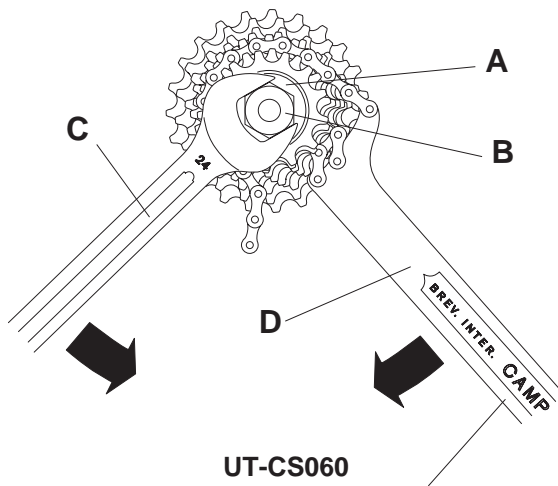

Fig. 20
- Smontate la ghiera (A), usando l'utensile (B) (UT-BB080) con la chiave esagonale (C) da 24 mm e la frusta (D) (Fig. 20).
- Remove the ring (A), using the tool (B) (UT-BB080) with the 24 mm hexagonal key (C) and the chain whip (D) (UT-CS060) as illustrated (Fig. 20).
- Den Schließring (A) mit dem Campagnolo Werkzeug UT-BB080 (B) zusammen mit dem sechseckigen 24 mm Schlüssel (C) und dem Kettengegenhalter (D) (UT-CS060) abnehmen (siehe Abb. 20).
- Démontez la bague (A), en utilisant l'outil (B) (UT-BB080), la clé Allen (C) de 24 mm ainsi que le fouet à chaîne (D) (UT-CS060) comme le montre la figure (Fig. 20).
- Desmontar la virola (A), con la herramienta (B) (UT-BB080), con la llave hexagonal (C) de 24 mm y la llave con cadena (D) (UT-CS060) como está ilustrado (Fig. 20).
- Verwijder de ring (A) met de sleutel (B) (UT-BB080) en door middel van de zeshoekige 24 mm sleutel (C) + de kransafnemer (D) (UT-CS060), zoals geïllustreerd (Fig. 20).